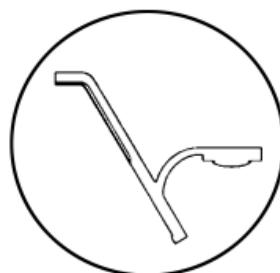

Figura 4
Abra la rejilla de aire de regreso (RA) tomándola por los bordes externos superiores y tirando hacia usted (vea la Figura 4). La rejilla RA se quedará abierta hasta que se retire o se cierre (Es más facil extrear la rejilla primero antes de cerrarla). Si tiene que extraer la rejilla RA, tómela en la parte inferior y tire hacia usted.
El filtro está sostenido por dos broches de resorte (vea la Figura 4). Empuje los broches hacia abajo, tome el filtro y tire hacia usted para extraerlo y poder limpiarlo. Limpie con agua tibia y un detergente suave, enjuáguela, séquela por completo y devuélvala a su sitio. Sea cuidadoso al extraer el filtro. Los componentes metálicos internos son cortantes.